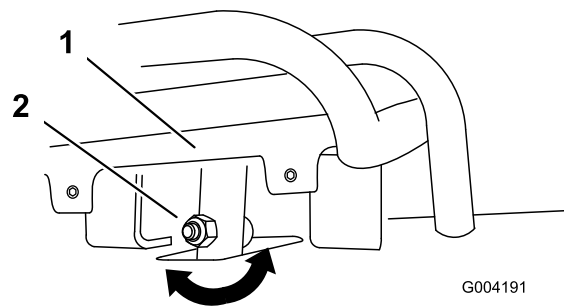
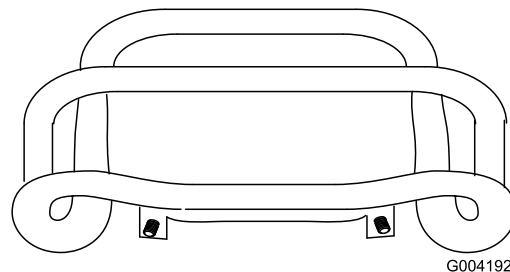

Рисунок 55
Рисунок 56
4. Если передняя часть рычага управления тягой не встает перпендикулярно контрольной штанге и вровень с ней, ослабьте фланцевую гайку и болт в хвостовике рычага управления тягой (Рисунок 55).
5. Отрегулируйте рычаг управления тягой таким образом, чтобы при перемещении прямо назад он вставал вровень с контрольной штангой (Рисунок 55 и Рисунок 56).